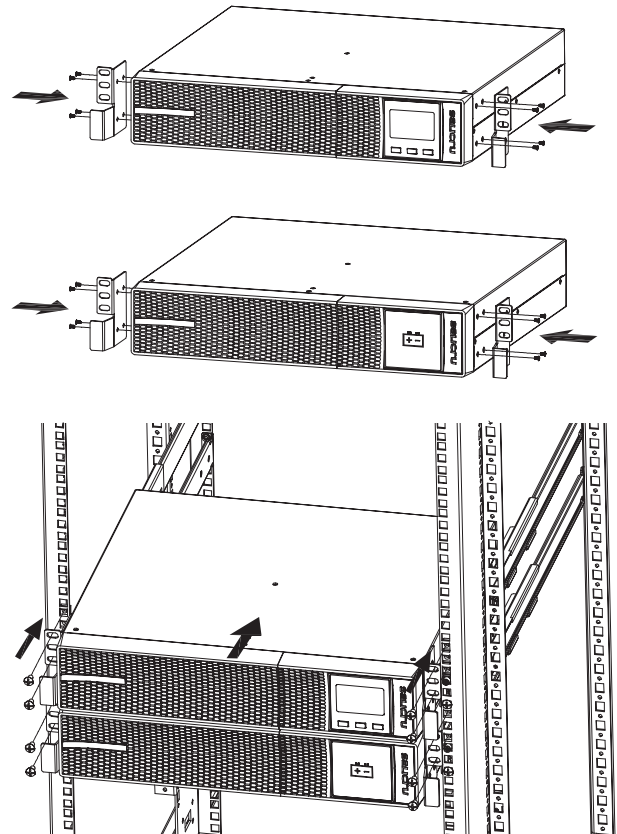

Abb. 9. Modell im Montagerack im 19"-Schrank mit Autonomieerweiterung (Batteriemodul).
- Um das Gerät und sein Batteriemodul in einem 19"-Rackschrank zu installieren, wie folgt vorgehen, (siehe Abb. 9):